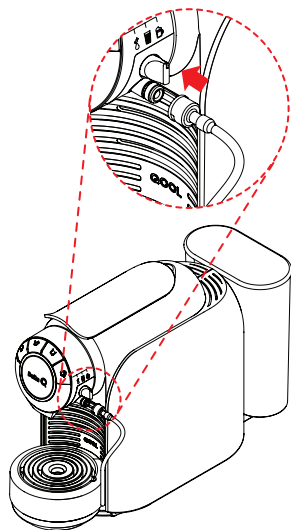

Fig. 23: Conectar o tubo de aspiração do leite.
- Conecte o tudo de aspiração do leite no sistema de leite (ver **Fig. 23**).